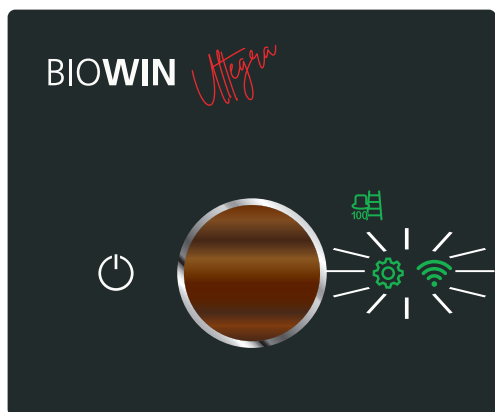
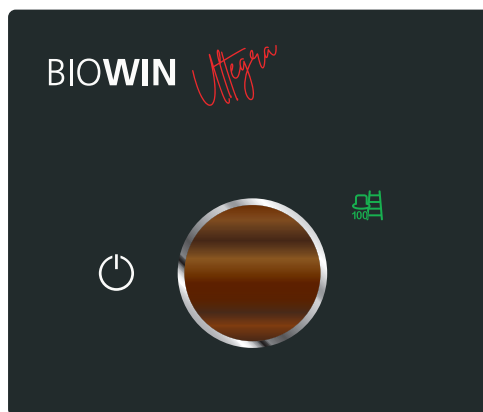

Fig. 49 Viene stabilita la connessione WLAN con il router Internet
Fig. 50 La caldaia è collegata al router Internet tramite WLAN
- ▶ Ruotare il pulsante myMagic su un altro simbolo. I simboli  e  lampeggiano (Fig. 49) e si spengono – Fig. 50. La connessione tra il tablet o lo smartphone e la caldaia viene interrotta e viene stabilita la connessione WLAN tra la caldaia e il router Internet.